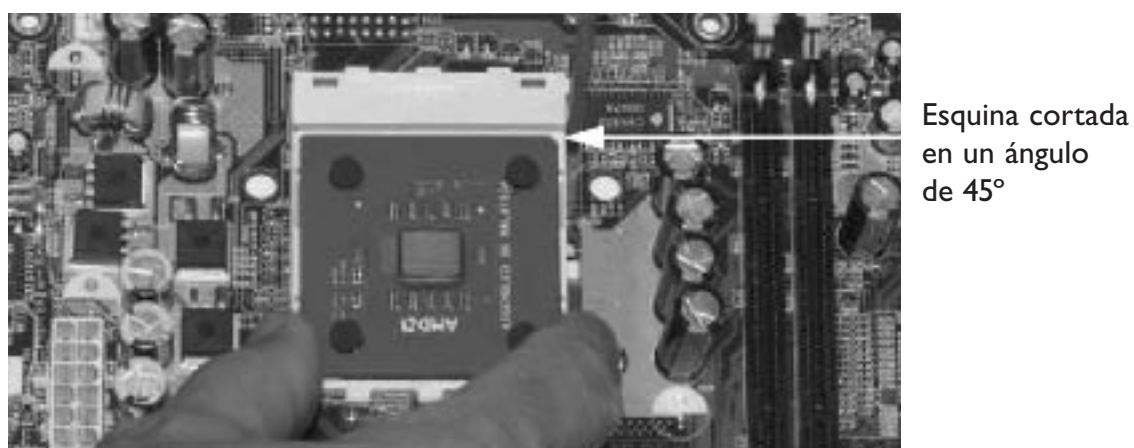

Figura 4. Colocación del procesador en el socket.
4. En la figura 4 se muestra la forma de colocar el procesador en el socket. Observe que la esquina situada cerca del pivote de la palanca de escape es la que está cortada en un ángulo de 45°. Esto sirve para comprobar que el procesador se ha instalado correctamente.